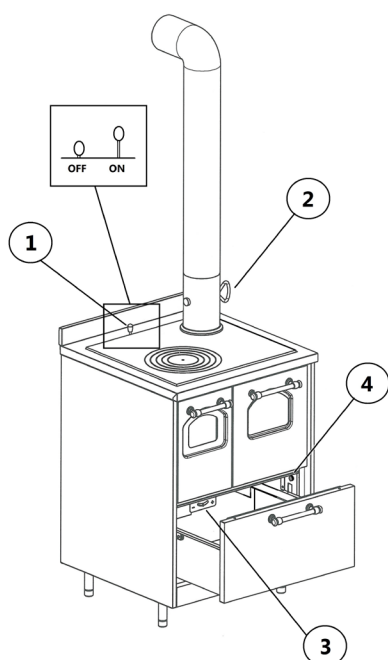
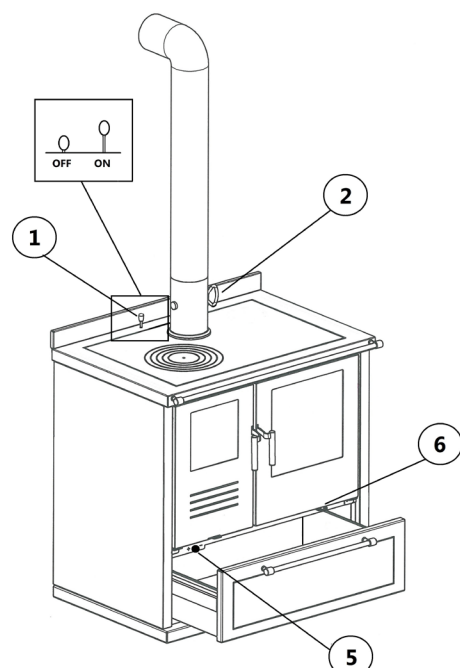

Fig. 13 - Voorbeeld van een kachel 1
Fig. 14 - Voorbeeld van een kachel 2
LEGENDA Fig. 13 op pag. 40 - Fig. 14 op pag. 40
- Open de inlaatklep van de primaire lucht volledig, open de inschakelklep (alleen voor de kachels met oven) en de damper (zie **Fig. 13 op pag. 40** en **Fig. 14 op pag. 40**).
Voor een beter rendement moet men, zodra de vlam hevig wordt, de regelklep van de primaire lucht sluiten (zie **Fig. 13 op pag. 40**) en de inschakelklep sluiten. Zo verkrijgt men een maximaal rendement (nominaal) met een zo laag mogelijk brandstofverbruik.
De modellen Master en Gemma (zie **Fig. 14 op pag. 40**) zijn uitgerust met een automatische regelklep voor de primaire lucht met sonde, die automatisch open en dicht gaat volgens de interne temperatuur van de vuurhaard; wanneer de vlam hoog is gaat de klep dicht zodat minder lucht stroomt. Eens de vlam brandt, wordt aangeraden de klep in stand te houden op (-).
Als de rookgassen met moeite rond de oven gaan eens de inschakelklep dicht is, is nog een rookgasklep beschikbaar onder de oven (zie **Fig. 14 op pag. 40**); door te trekken aan de Hendel wordt het parcours van de rookgassen verkort.
Sommige modellen van kachel zijn voorzien van geforceerde ventilatie met handbediening: in- en uitschakeling met de toegewijde schakelaar (zie **Fig. 13 op pag. 40**).